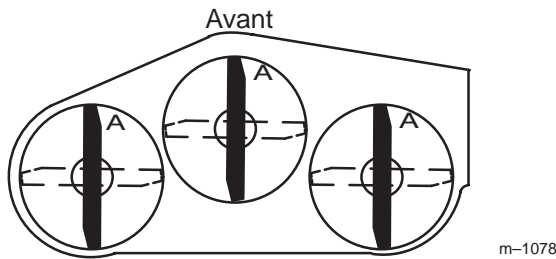
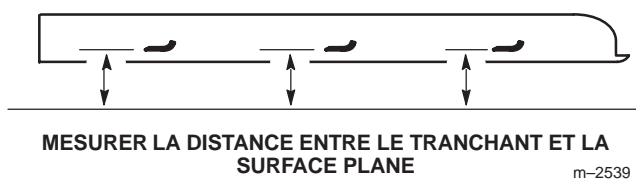

Figure 34
Figure 35
1. Tournez les lames pour qu'elles soient toutes dirigées dans le sens longitudinal (Fig. 34). Mesurez la distance entre la surface plane et le tranchant (position A) des lames (Fig. 35) et notez cette valeur.